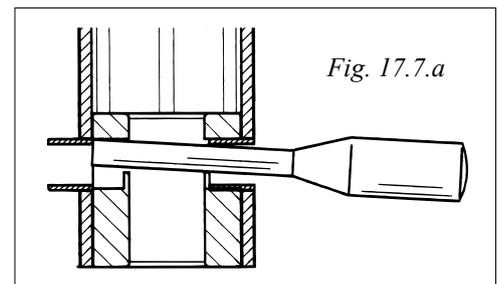

Fig. 17.7.a
3. Rimuovere le boccole di blocco dalla parte inferiore dell'estruso da 1000 mm come indicato in fig.17.7.a.